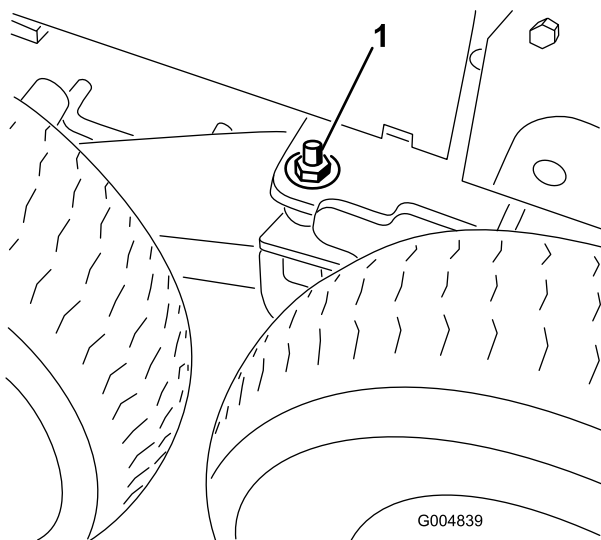

Figure 28
17. Enlevez la rondelle plate (1/2 pouce) et l'écrou (1/2 pouce) placés sur le goujon du pivot de bogie (Figure 28).
23. Abaissez le cric jusqu'à ce que les roues avant supportent le châssis. Montez les rondelles plates (1/2 pouce) et les contre-écrous sur le goujon de pivot de bogie (Figure 28) et serrez-les à 102 Nm (75 pi-lb).